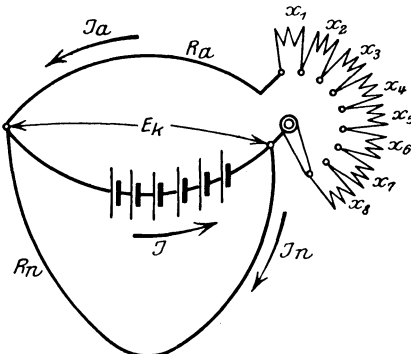

Abb. 71.
wo n die Anzahl der Stufen (8 in Abb. 71) bezeichnet.
Für die einzelnen Stufen der Abb. 71 gelten die Formeln
¹⁾ Aus der Abb. 71 erkennt man, daß J_n , also auch Φ_0 , unabhängig ist von der Stellung der Anlasserkurbel. Ist aber Φ_0 konstant, so zeigt die Formel (49), daß auch der Ankerstrom derselbe bleibt, wenn das Drehmoment Pr konstant ist, was vorausgesetzt werden soll. Ist in Abb. 71 nur der Widerstand x_1 eingeschaltet, so durchfließt der Ankerstrom J_a die Widerstände x_1 und R_a , in denen die Spannung $J_a(R_a + x_1)$ verloren geht, so daß die elektromotorische Gegenkraft des Ankers ist